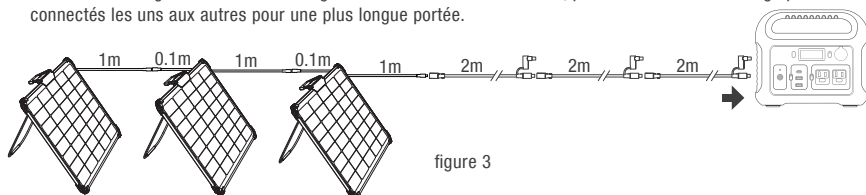

figure 3
② Ce produit supporte la connexion en parallèle pour obtenir une puissance plus élevée.
* Prise en charge de connexion en parallèle de jusqu'à 3 panneaux solaires (figure 3); La connexion de plus de 3 panneaux solaires peut faire chauffer le câble et endommager le produit.